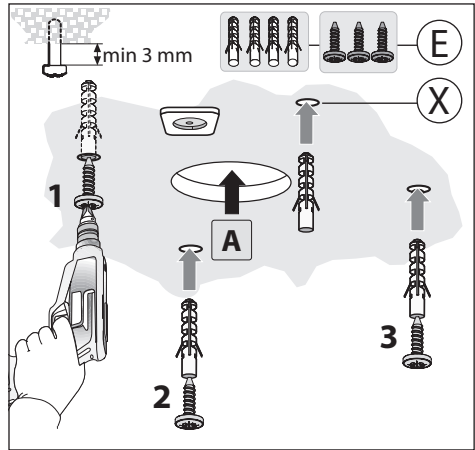

Fig.8
- Просверлить на потолке 4 отверстия Ø8 и вкрутить 3 болта, не завинчивая их до конца. Не вставлять болт в отверстие, отмеченное **X** на сверильном шаблоне рис.8 (болта и расширяющиеся дюбеля должны соответствовать типу стены).